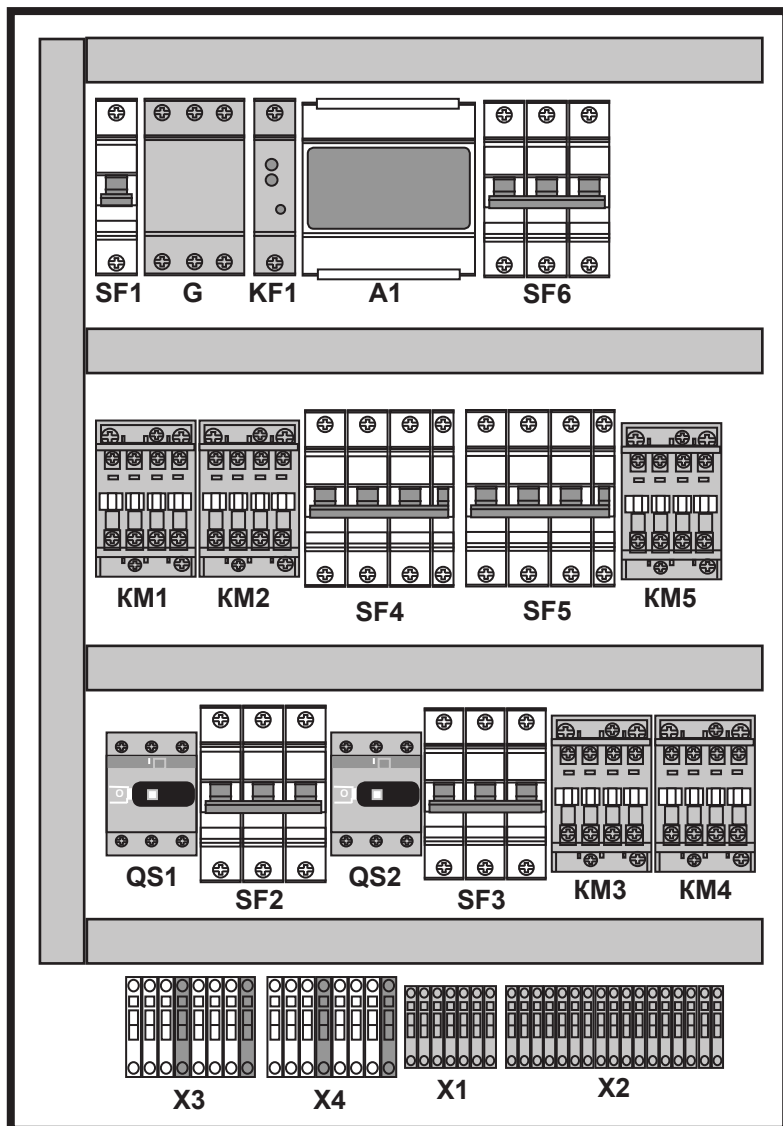

Рисунок 2
2. Переведите входной автомат защиты цепей управления SF1 (см. рисунок 2), вводные автоматы SF2-SF3 и автоматы защиты электродвигателей SF4-SF6 в положение «ON»;